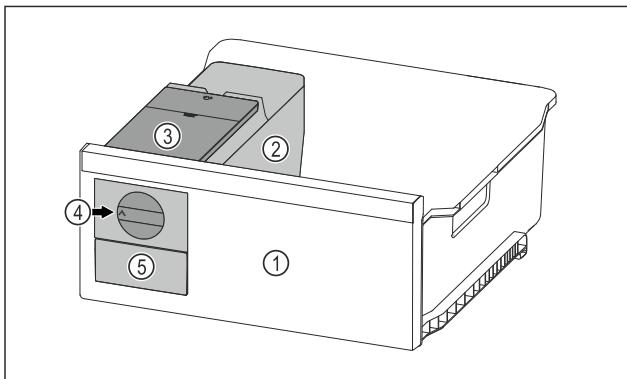

Fig. 70 Ilustrační zobrazení
- Otočte otočný knoflík Fig. 70 (4) ve směru hodinových ručiček až na doraz.
- Kostky ledu padají z misky na kostky ledu do zásuvky na kostky ledu Fig. 70 (5).